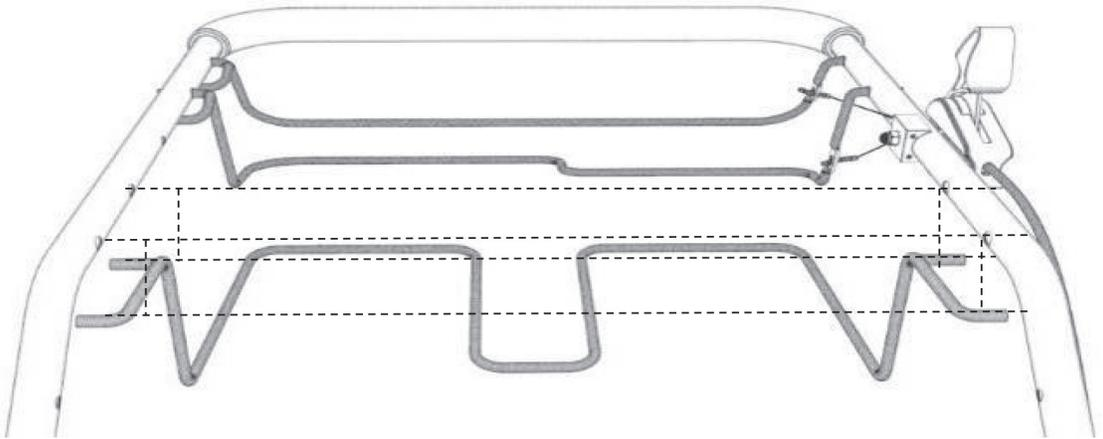

Рис. 10
■ Вставьте левый и правый концы кронштейна для крепления мешка для сбора мусора в соответствующие четыре отверстия на верхней части рукоятки (рис. 10)